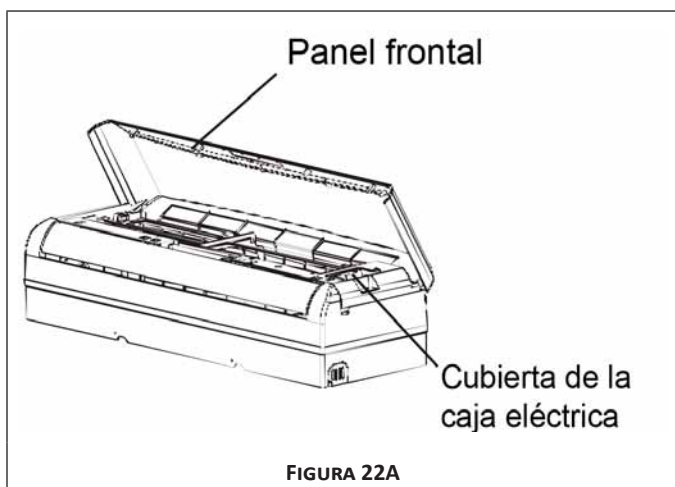

FIGURA 22A
3. Levante el panel de la unidad interior, retire la cubierta de la caja eléctrica aflojando el tornillo como se ve en la figura 22A.